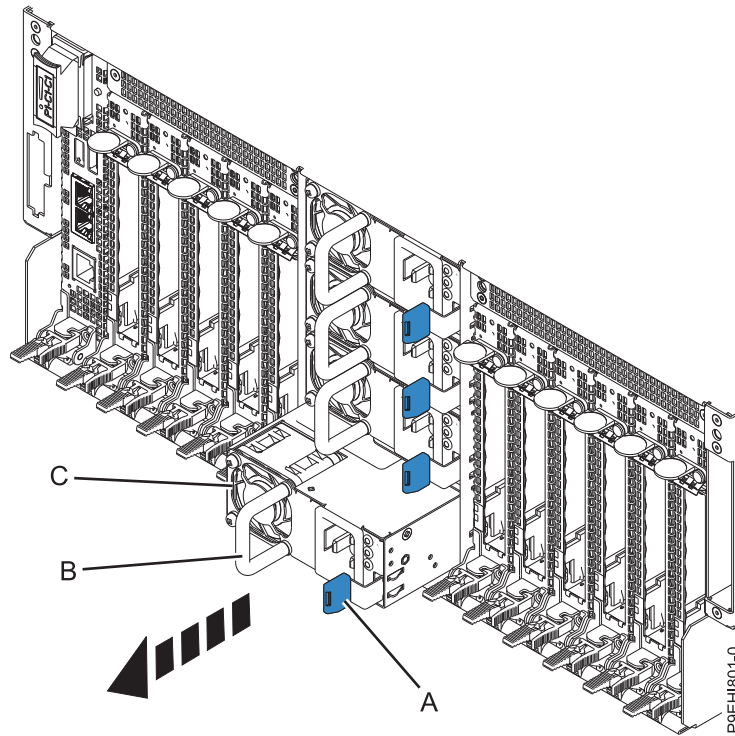

図 5. システム・シャーシの背面からの電源装置の取り外し
2. システムの背面で、8 ページの図 5 で示すように、SAS ケーブルを電源装置 (C) に接続するケーブル・タイを取り外します。
3. ロッキング・タブ (A) を左に押します (8 ページの図 5を参照)。
4. 図 5 に示すように、ハンドル (B) を使用して、電源装置を引いてシステムから取り外します。